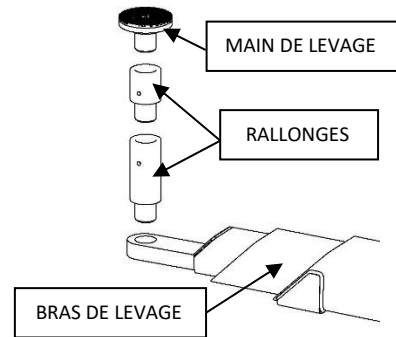

FIGURE 17 : INSERTION DE RALLONGES
- 9.2 AJUSTER LA HAUTEUR DES MAINS DE LEVAGE EN AJOUTANT OU EN RETIRANT DES RALLONGES DE SORTE À METTRE LE VÉHICULE À NIVEAU ET À FAIRE PARCOURIR LA PLUS COURTE DISTANCE ENTRE LES MAINS DE LEVAGE ET LES POINTS DE LEVAGE RECOMMANDÉS PAR LE MANUFACTURIER DU VÉHICULE. VOIR **FIGURE 17**.
4. INSTALLER LES MAINS DE LEVAGE ET LES RALLONGES DANS LES TROUS AUX EXTRÉMITÉS DES BRAS DE LEVAGE. VOIR **FIGURE 17**.
- 8.2 AJUSTER LA HAUTEUR DES MAINS DE LEVAGE EN RETIRANT OU EN AJOUTANT DES RALLONGES DE SORTE À METTRE LE VÉHICULE À NIVEAU ET À FAIRE PARCOURIR LA PLUS COURTE DISTANCE ENTRE LES MAINS DE LEVAGE ET LES POINTS DE LEVAGE RECOMMANDÉS PAR LE MANUFACTURIER DU VÉHICULE. VOIR **FIGURE 17**.